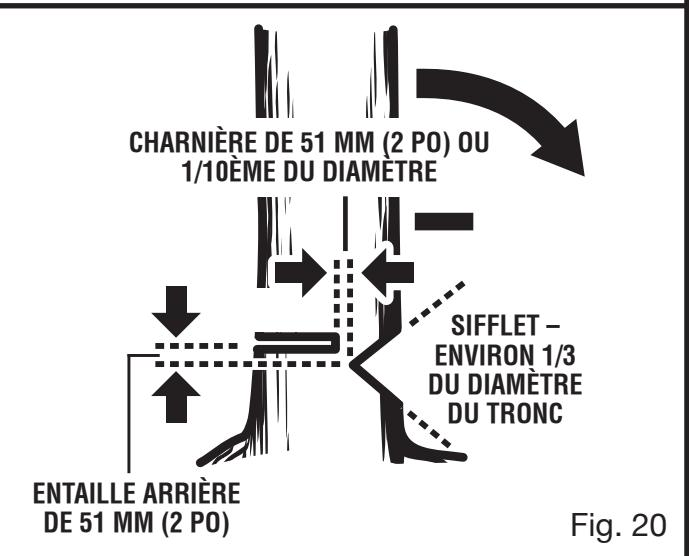

Fig. 20
- **Entaille de dessous.** Pratiquer une entaille d'environ le tiers du diamètre du tronc comme illustré la figure 20. Veiller à ce que les entailles du sifflet se rejoignent à angle droit par rapport à la ligne de chute. Le sifflet doit être taillé de façon à présenter une ligne droite. Pour empêcher le pincement de la scie sous le poids du bois, toujours effectuer l'entaille inférieure en premier. *Voir la figure 20.*
- **Entaille d'abattage.** L'entaille d'abattage doit toujours être de niveau et horizontale et effectuée à au moins 51 mm (2 po) au-dessus de l'entaille horizontale du sifflet. *Voir les figures 20 et 21.*
- Ne jamais couper jusqu'au sifflet. Toujours laisser une épaisseur de bois d'environ 51 mm (2 po) ou 1/10ème du diamètre du tronc entre l'entaille d'abattage et le sifflet. Ceci s'appelle une « charnière ». Cette charnière contrôle la chute de l'arbre et empêche le tronc de glisse, de pivoter ou de basculer sur la souche. *Voir les figures 20 et 21.*